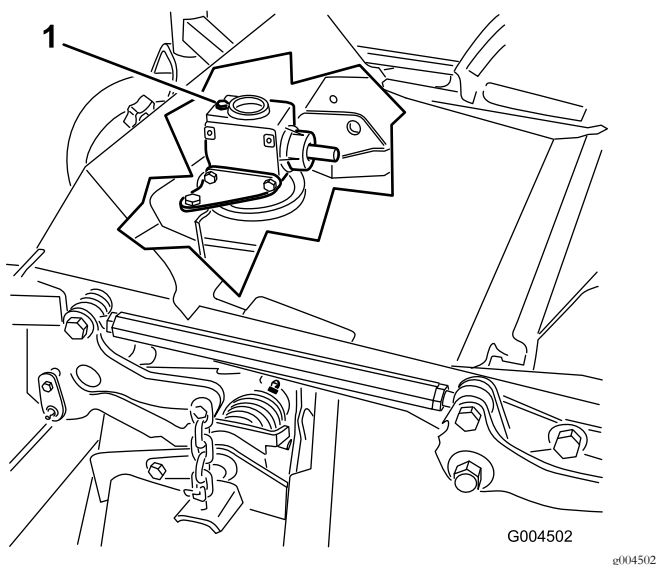

Figura 34
6. Togliete il tappo di riempimento/asta di livello da sopra gli ingranaggi e verificate che il lubrificante si trovi tra i segni riportati sull'asta (Figura 34).
6. Togliete l'asta di livello/tappo di riempimento da sopra gli ingranaggi (Figura 34).